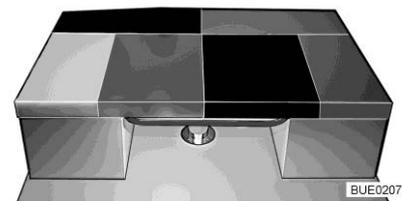

Fig. 159 Después de la transformación
- Colocar el cojín adicional en la mesa (véase Fig. 159).